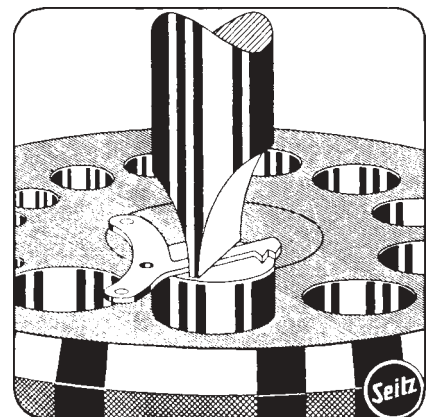

Abb. 38
- b) Dient zum Strecken von Stellfedern (Winkelhebelfedern, Abb. 38)